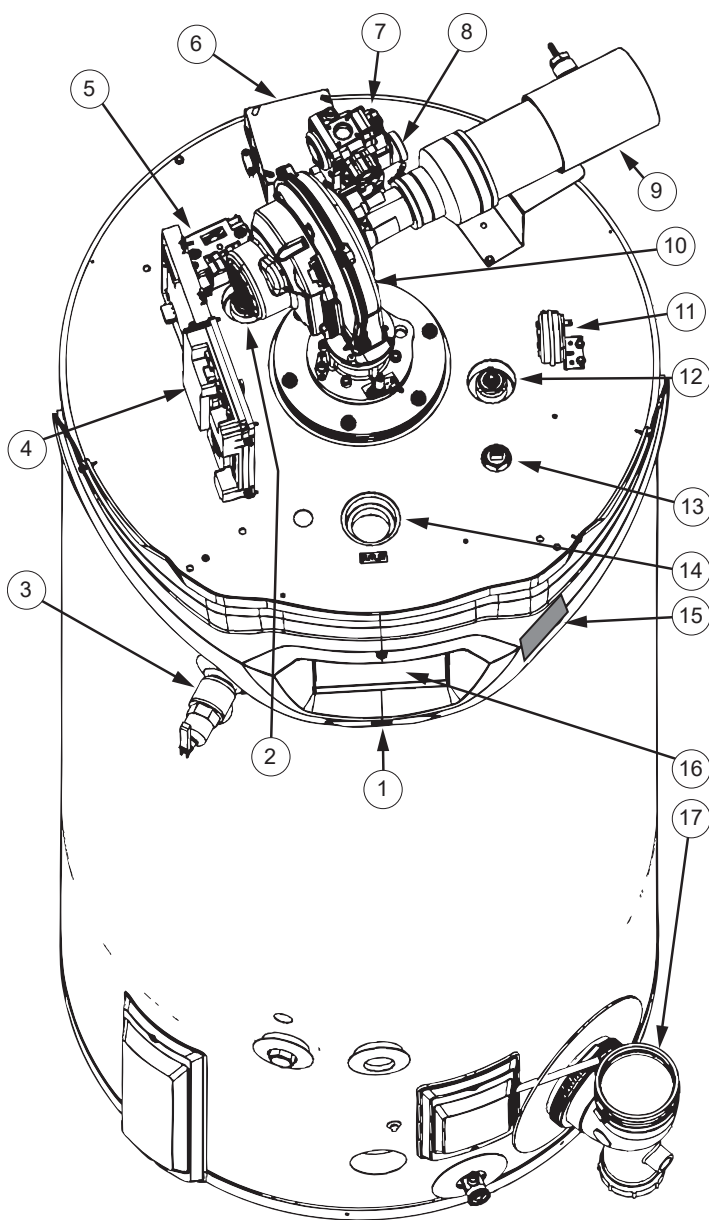
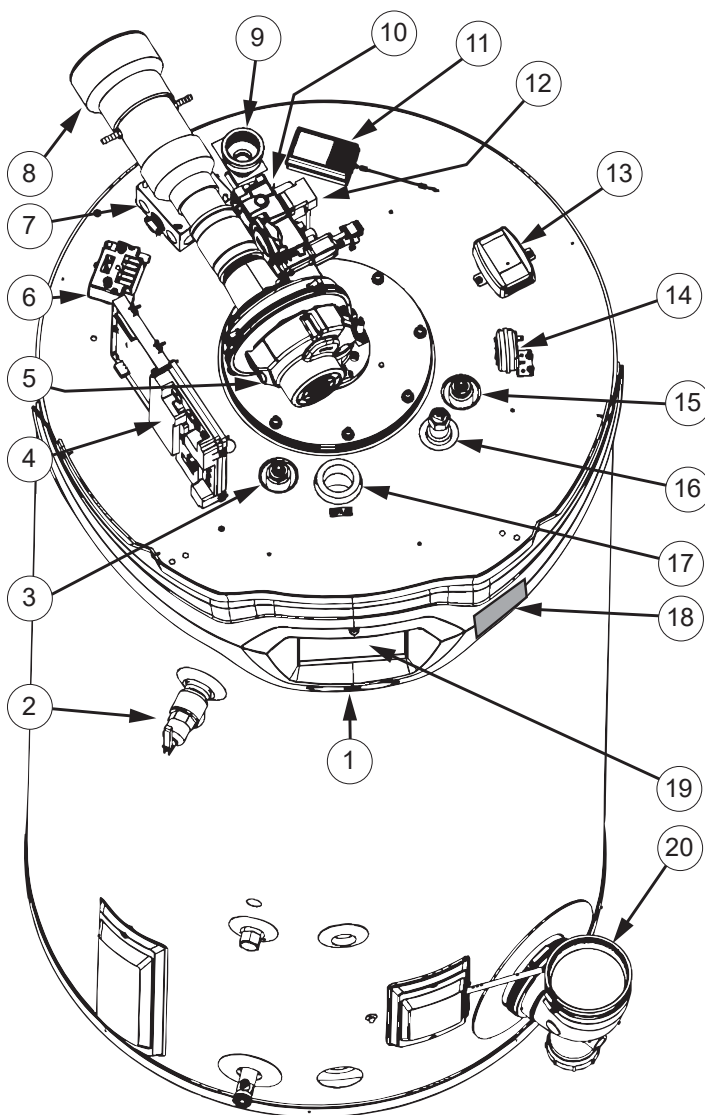

Figure 6. Vue de dessus, 100 gallons
Figure 7. Vue de dessus, 119 gallons
3. Boîtier des cartes de commande. Voir la description à la *Figure 5, Figure 6, et Figure 7* (page 13).
1. Boîtier des cartes de commande. Voir la description à la **Figure 5**, **Figure 6**, et **Figure 7** (page 13).